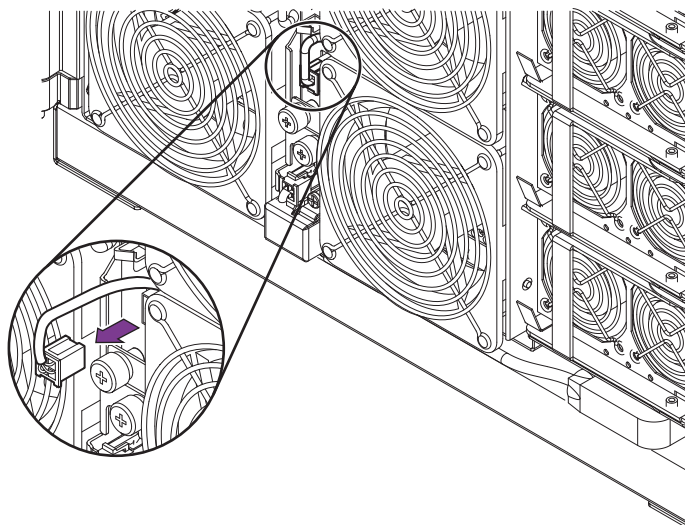

図 6-1 ファンの電源コネクタの外し方
5. 電源コネクタを外します (図 6-1)。
5. ファンに電源コネクタをふたたび取り付けます (図 6-1)。